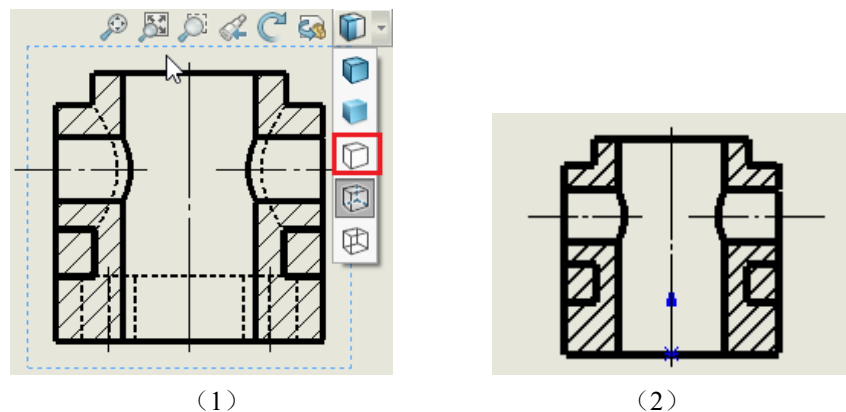

图 3-19 修改视图显示样式
选中左视图，如图 3-19 (1) 所示，再次切换视图显示样式为“消除隐藏线”, 结果如图 3-19 (2) 所示。